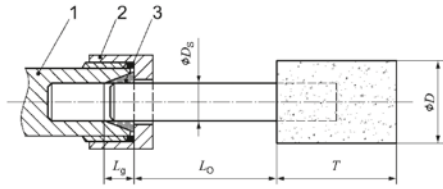

Figura 1: Lunghezza di bloccaggio del mandrino di serraggio e della pinza portautensili
- Tenere presente che il numero di giri ammesso per le mole abrasive deve essere ridotto con l'aumento della lunghezza del gambo tra l'estremità della pinza portautensili e l'abrasivo (sbalzo). Va rispettata la lunghezza di bloccaggio minima di 10 mm. (vedere la figura 1 e le raccomandazioni del produttore dell'abrasivo).